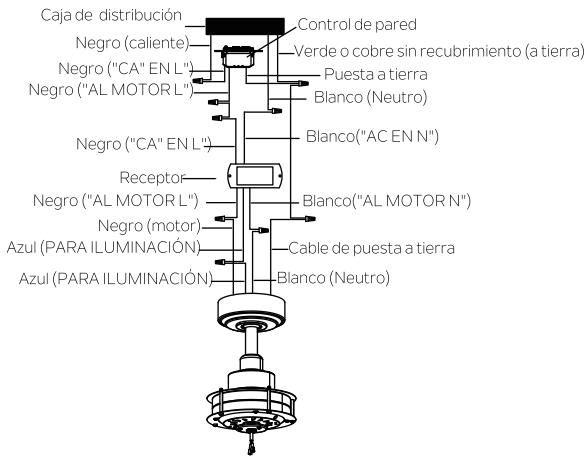

Fig. 13
Paso 2. Conexiones eléctricas del motor al receptor: Conecte el cable NEGRO del ventilador al cable NEGRO marcado como "AL MOTOR L" desde el receptor. Conecte el cable BLANCO del ventilador al cable BLANCO marcado como "AL MOTOR N" del receptor. Conecte el cable AZUL del ventilador al cable AZUL marcado como "PARA ILUMINACIÓN" del receptor. Asegure todas las conexiones de cables con los conectores plásticos proporcionados. (Fig. 13)
Paso 3. Conexiones eléctricas del receptor remoto a la caja de distribución eléctrica: Conecte el cable NEGRO (caliente) del cielorraso al cable NEGRO marcado como "CA EN L" del control de pared. Conecte el cable BLANCO (neutro) del cielorraso al cable BLANCO marcado como "CA EN N" del receptor. Conecte el cable NEGRO (Al Motor L) del control de pared al cable NEGRO marcado como "CA EN L" del receptor. Asegure las conexiones de cables con los conectores plásticos proporcionados. (Fig. 13)
Paso 4. Si su caja de distribución eléctrica tiene un cable de puesta a tierra (verde o cobre sin recubrimiento), conéctelo a los cables de puesta a tierra del ventilador; en caso contrario, conecte el cable de puesta a tierra del ventilador al soporte de montaje. Asegure las conexiones de cables con los conectores plásticos proporcionados. Despues de conectar los cables, sepárelos de manera que el cable verde y el cable blanco estén de un costado de la caja de distribución eléctrica y el cable negro y azul estén del otro costado. (Fig. 13)